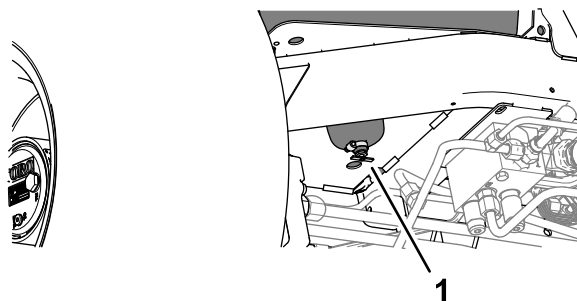

Рисунок 82
2. Поставьте сливную емкость под сливной клапан в нижней части топливного бака (Рисунок 82).